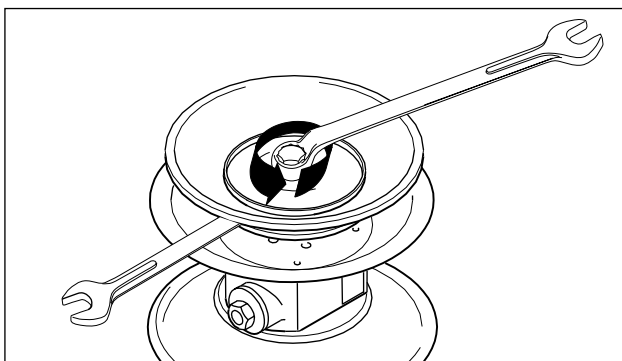
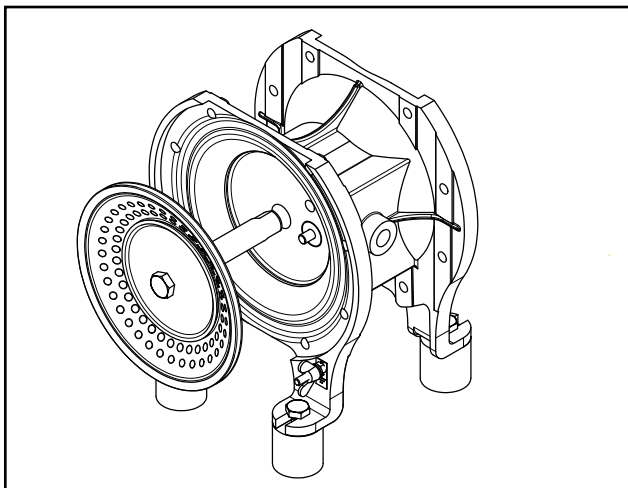

Fig. 10: Soltar a placa de membrana. (Inexistente em membranas nopped E4®)
Abb. 21: Retirar a membrana com a biela
- Soltar a placa de membrana exterior e retirar com a membrana (Fig. 10). Nas bombas de plástico retirar primeiro a capa de plástico (a partir de DL25).
- Soltar a placa de membrana exterior e retirar com a membrana (Fig.10 e Fig. 21)
- Soltar as membranas, ver Fig. 10 e 21
Ver também 5.3.2.3. Contrariamente à Fig. 21 deve-se desapertar primeiro a placa de membrana. Remover a biela separadamente do bloco de comando.